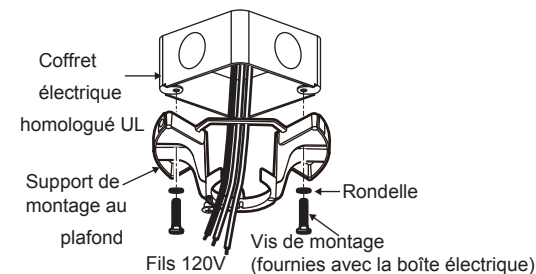

Fig. 6
Étape 3. Faites passer les fils 120 V d'alimentation de la boîte à prises du plafond par le centre du support de montage au plafond. (Fig. 6)
Étape 4. Fixez le support de montage au plafond à la boîte à prises en utilisant les vis et les rondelles fournies avec la boîte à prises.(Fig. 6)